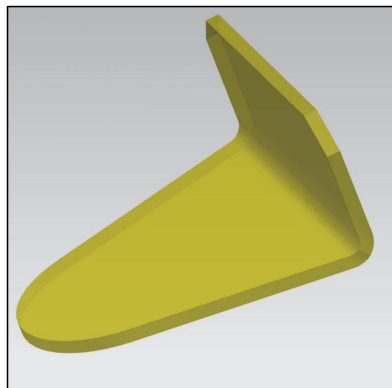

Рис. 4.10. ЭМ изделия после удаления косынки и отверстия
9. ЭМ файла детали будет трансформирована. Вид модели представлен на рис. 4.10.